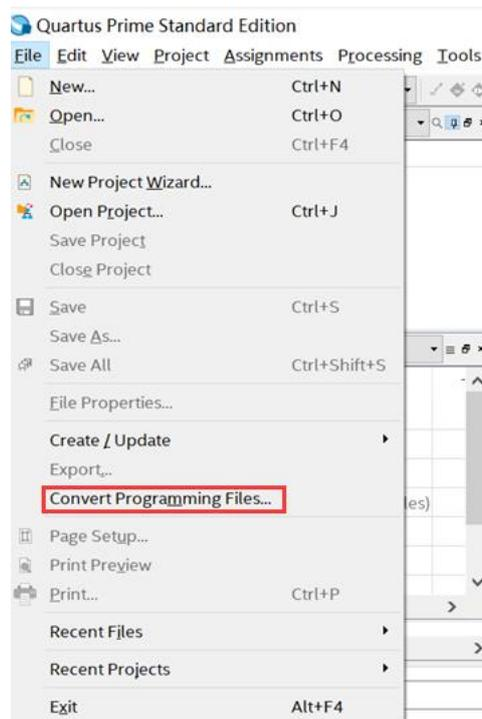

图 8-1 Quartus 软件的 File 菜单
- 1、如图 8-1 所示, 从 Quartus 软件的 File 菜单中选择 **Convert Programming Files**。